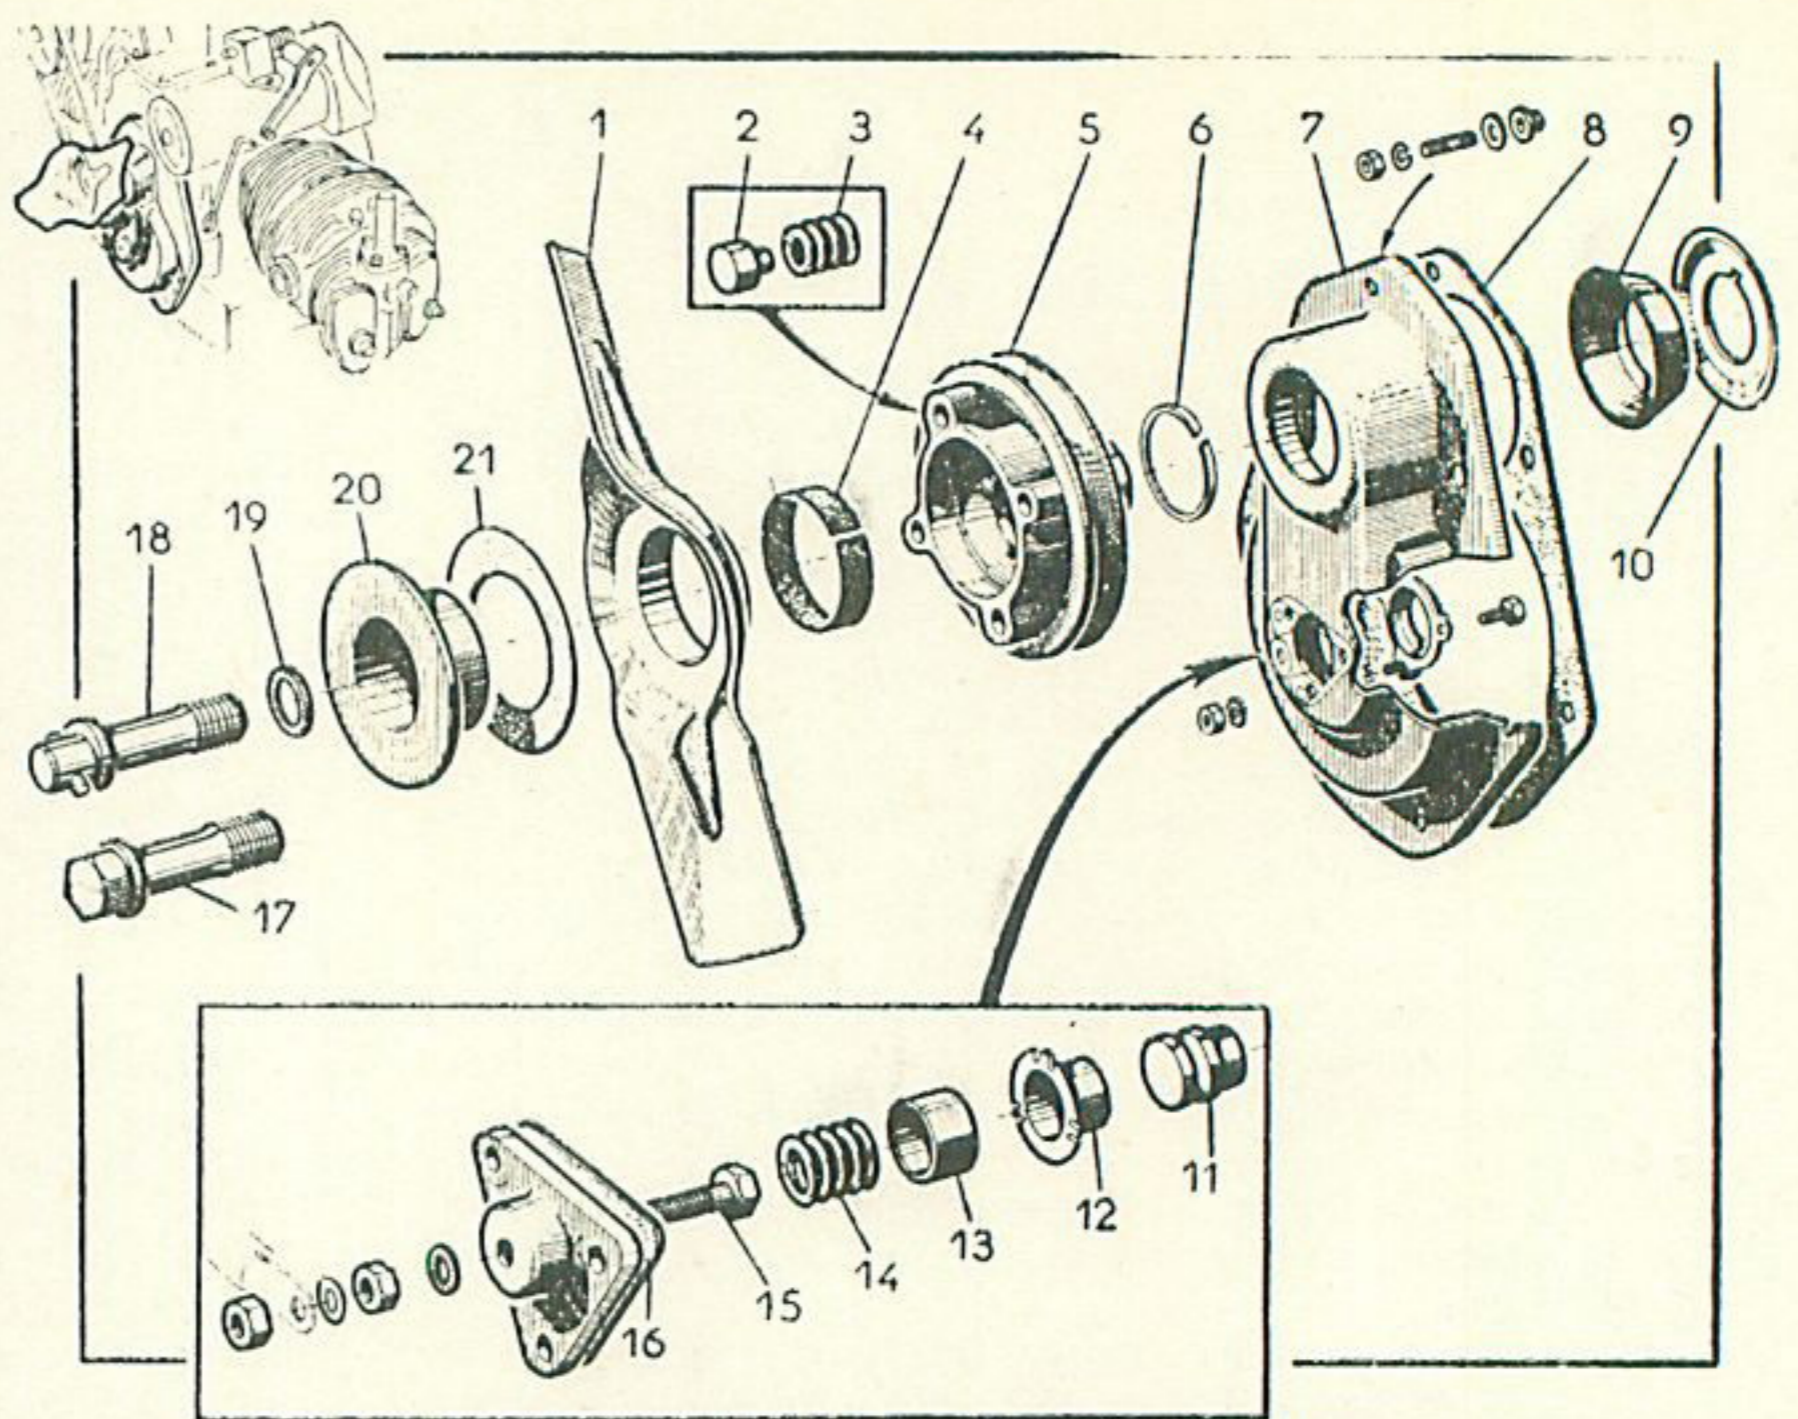

Fig. 5. — Couvercle de distribution et ventilateur.
- Déposer le couvercle avant (7) (fig. 5), les deux déflecteurs d'huile (20 et 21) et les engrenages de distribution.